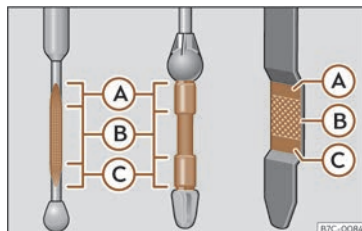

Fig. 222 Barra de medición do nivel de aceite.
- A continuación, volva extraela e comprobe o nivel de aceite»» fig. 222. Se for necesario, recargue aceite do motor.
- Cando o nivel de aceite alcance como mínimo a zona»» fig. 222 (B), enrosque o tapón da boca de recarga con coidado »» ⓘ.
Se o nivel de aceite está por encima da zona»» fig. 222 (A), non arranque o motor. Pode causar danos no motor e no catalizador. Informe a un taller especializado.
O nivel de aceite non deberá estar en ningún caso por encima da zona»» fig. 222 (A). De non ser así, podería aspirarse aceite polo respiradoiro do cárter do cegoñal e chegar a atmosfera a través do sistema de escape.